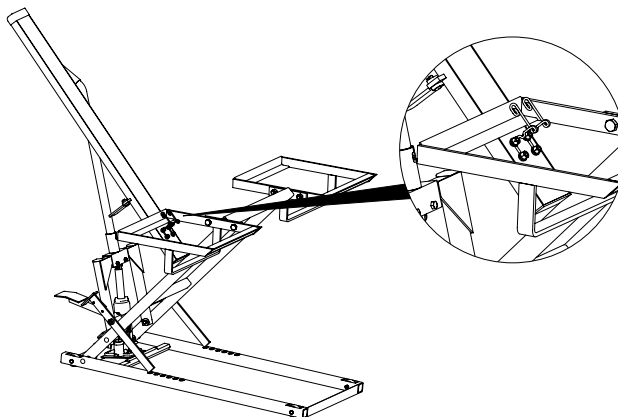

Figure 3 : Position avant d'entreprendre l'assemblage
3. Avec le lève-tondeuse en position relevée, tenez le rail avec les ressorts vers le haut et le dessous du rail contre le support de roue (voir figure 3).